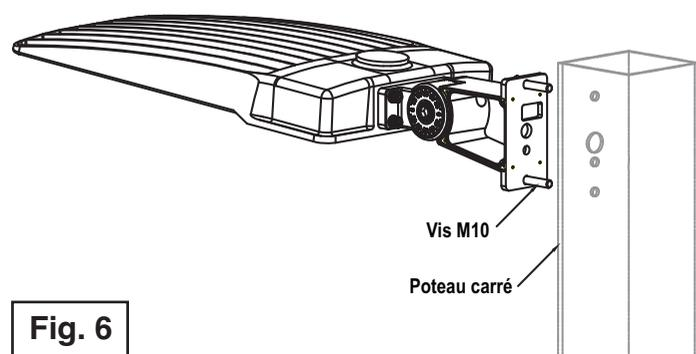

Fig. 6
4. Fixez le support de montage au poteau avec 2 boulons M10x50 à tête hexagonale interne. (voir la **FIG. 6**) Câblez le luminaire en utilisant des connecteurs imperméables homologués UL. Utilisez le schéma de câblage comme illustré. (voir la **FIG. 7**).